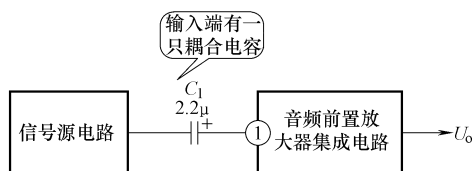

图 13-5 音频前置放大器集成电路输入引脚外电路
如图13-5所示是音频前置放大器集成电路输入引脚外电路,电路中,①脚是音频前置放大器集成电路的输入引脚。集成电路的前级是信号源电路,在不同的整机电路中,具体的信号源电路不同。